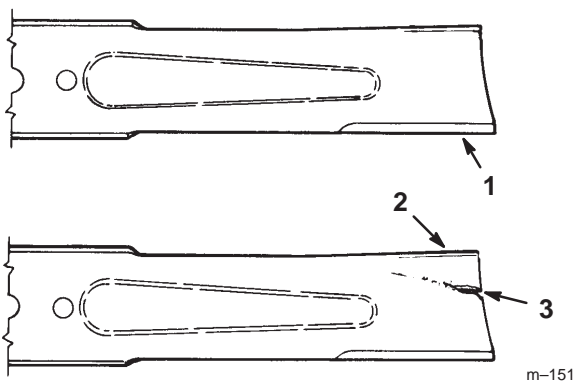

Bild 12
1. Untersuchen Sie die Schneidkanten (Bild 12). Entfernen und schärfen Sie die Messer, wenn die Schneidkanten nicht scharf sind oder Auskerbungen aufweisen. Siehe Schärfen der Schnittmesser, Seite 15.
2. Untersuchen Sie die Schnittmesser, insbesondere den gebogenen Bereich (Bild 12). Montieren Sie, wenn Sie Schäden, Verschleiß oder Rillenbildung in diesem Bereich feststellen (Bild 12), sofort ein neues Schnittmesser.